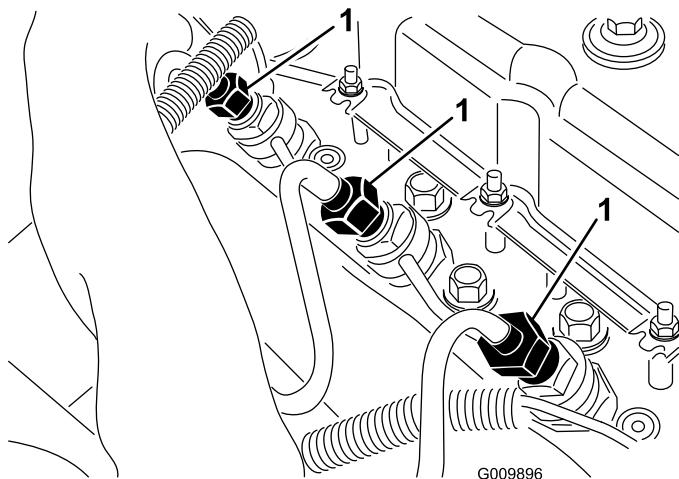

Figure 48
1. Desserrez le raccord entre le premier injecteur et le porte-injecteurs (Figure 48).